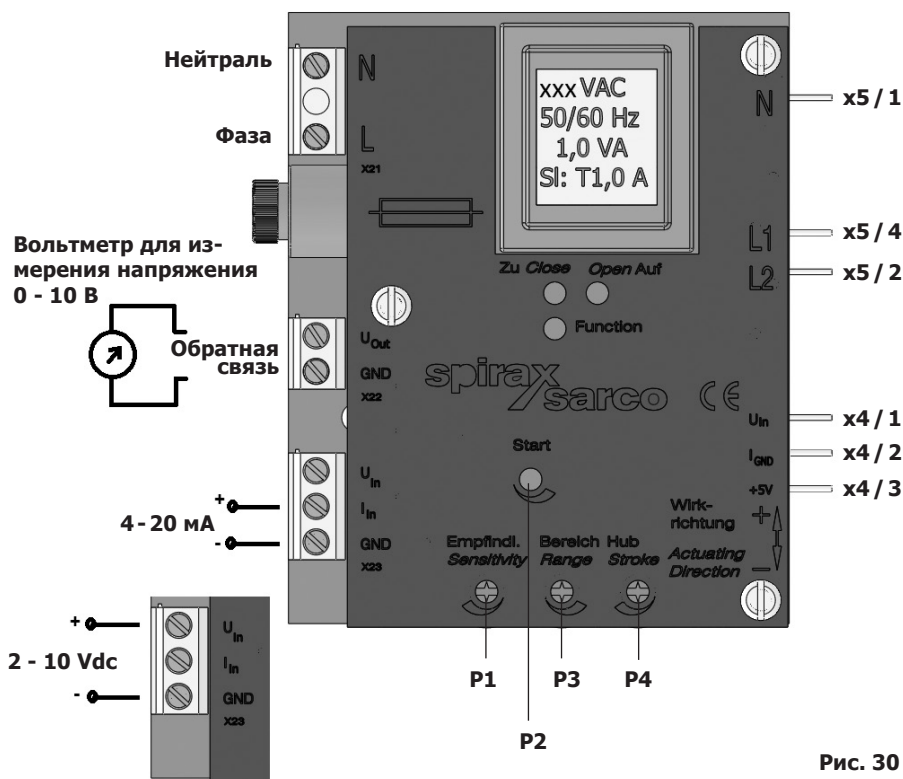

Рис. 30
4. Поверните потенциометры **P2**, **P3** и **P4** против часовой стрелки до упора, а потенциометр **P1** установите в среднее положение (рис. 30).
Поворачивайте потенциометр **P2** по часовой стрелке (рис. 30) пока не погаснет светодиод "Close".